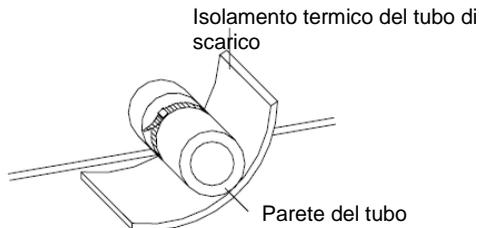

Fig.13: Isolamento termico del tubo di scarico
- a. Il tubo di scarico deve essere installato con un angolo di 5-10° per consentire un buon drenaggio della condensa. I giunti del tubo di scarico devono essere ricoperti con materiale termoisolante per evitare la condensazione dell'acqua sul tubo (vedi Fig. 13).